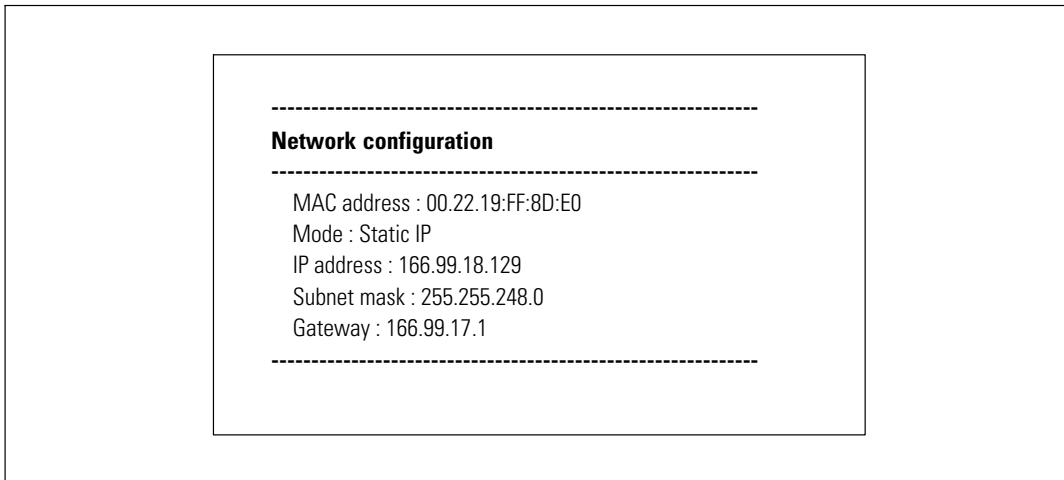

Abbildung 41. Option „Netzwerkeinstellungen lesen“
- **Netzwerkeinstellungen lesen:** zum Aufrufen der Netzwerkeinstellungen (siehe Abbildung 41).